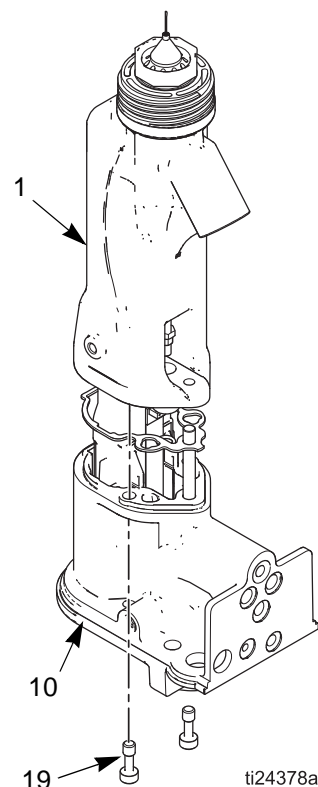

Fig. 34. Demontaż bębna
4. Poluzować dwie śruby (19). Patrz FIGURE 34.
5. Przytrzymać korpus pistoletu (10) jedną ręką i prostym ruchem zdjąć bęben (1) z korpusu. Patrz FIGURE 34.